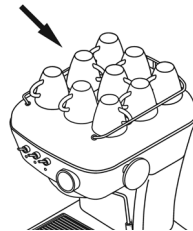

figure 6
- Le porte-filtres ❷ doit toujours être en place sur la machine ❸ de manière à rester chaud (en position fermée).
- Placez les tasses sur le chauffe-tasses ❹. La chaleur (température optimale 40 °C / 105 °F) améliore l'expresso. (voir fig. 6)